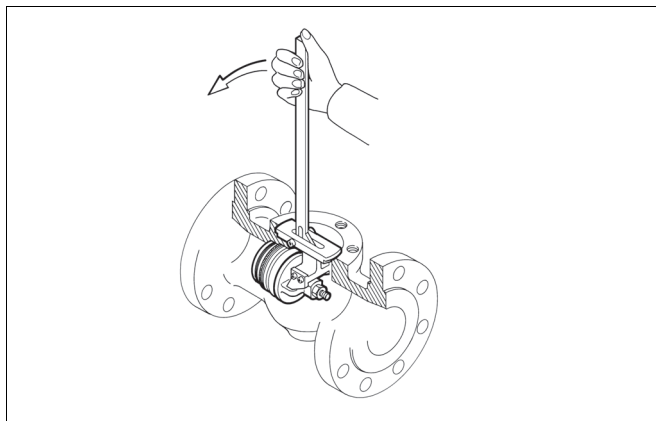

Fig. 13 Extraction du siège à l'aide d'un outil
- ❑ Retirer le siège (7). Un outil peut être utilisé pour extraire le siège monté à l'aide de joints toriques. Cf. Figure 13.
Introduire le siège à la main dans le corps. Le montage final se fait à l'aide d'un outil spécial (dans l'ordre inverse du démontage, cf. Figure 13) ou d'un maillet en plastique.